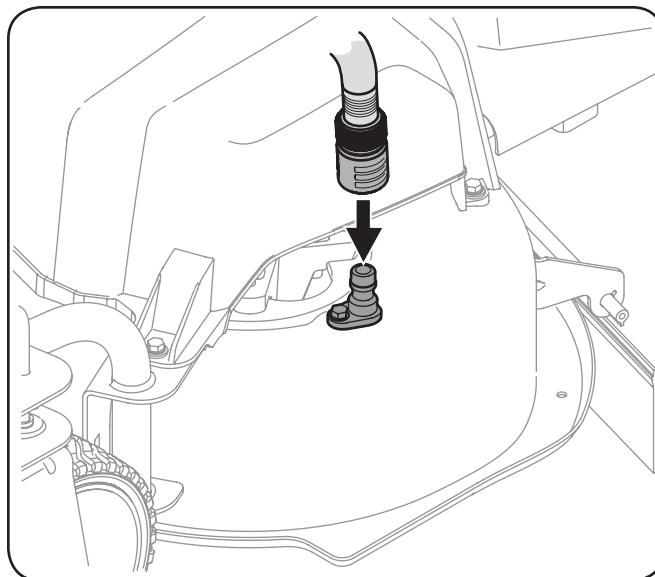

Figura 5-1
3. Conecte el acople de la manguera al orificio de agua que se encuentra en la superficie de la plataforma. Consulte la Figura 5-1.